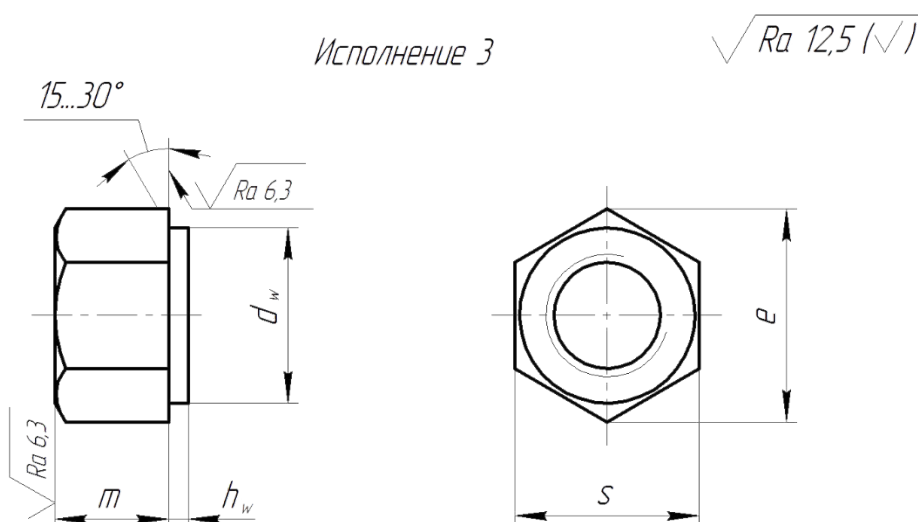

Рис. 147. Изображение гайки: вид сбоку и вид сверху
1. Перенести в AutoCad чертеж гайки (рис. 147).